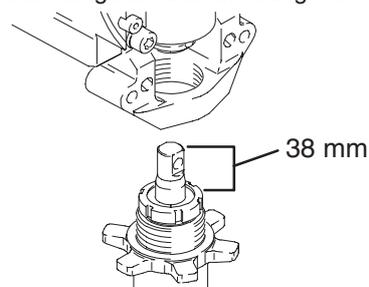

Abb. 12
1. Abb. 12. Die Kolbenstange 38 mm herausziehen. In die Pumpe eindrehen, bis die Löcher im Lagerquergestänge und in der Kolbenstange aneinander ausgerichtet sind.